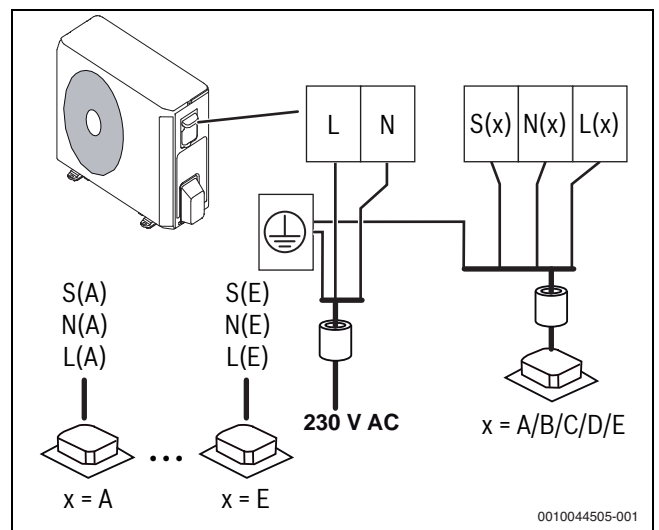

Bild 20 Außeneinheit anschließen
- ▶ Die Kommunikations-Kabel an der Zugentlastung sichern und an den Klemmen L(x), N(x), S(x) und \oplus anschließen (Zuordnung der Adern zu den Anschlussklemmen wie bei der Inneneinheit) (→ Bild 20).